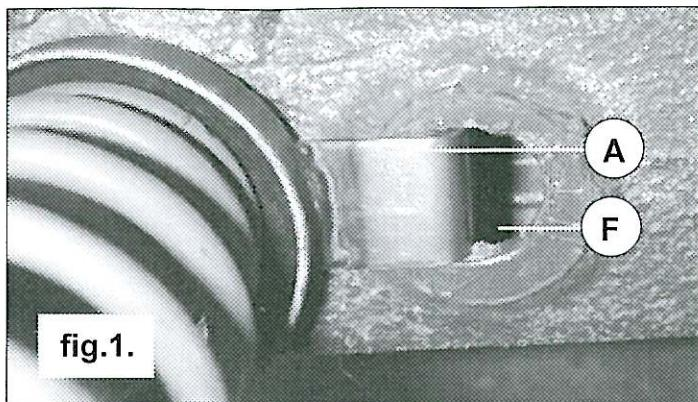
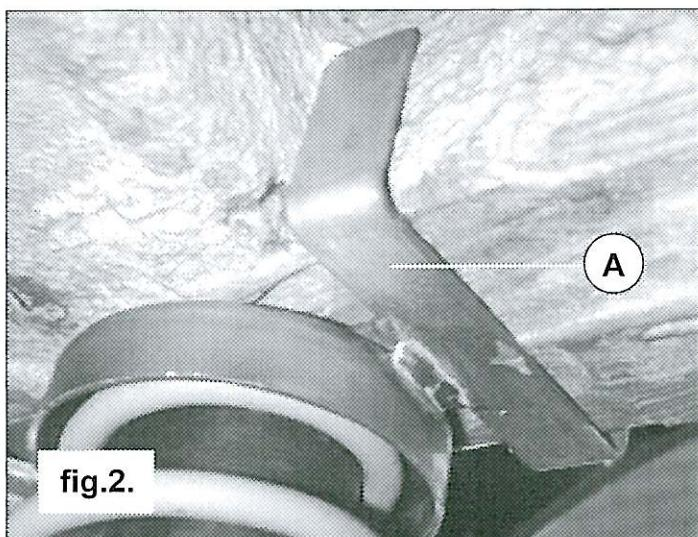

fig.1.
fig.2.
6. Veerhouder A recht boven de veerhouder B om het chassis drukken. De beugel schuift om de chassisbalk, de strip komt in gat F. Zie fig.1 en fig.2.
6. Mount springseat A above springseat B around the chassis. The bracket slides on the chassismember, the strip in hole F. See fig.1. and fig.2.
6. Federteller A über dem Federteller B auf den Träger aufstecken. Der Bügel um die Träger schieben, der Lippe in Loch F hinein. Siehe Fig.1. und Fig.2.
6. Fixer l'attache ressort A sur le châssis, perpendiculaire par rapport à l'attache ressort B. La bride se glisse autour de la poutre et la languette doit se trouver dans le trou F. Voir fig.1 et 2.